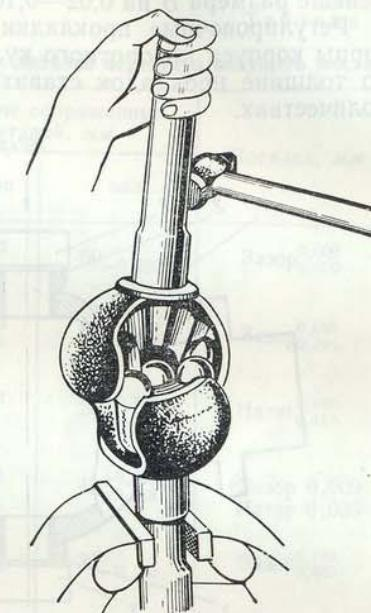

Рис. 170. Сборка шарнира
4. Разведя кулаки на 10—12 мм и повернув короткий кулак на максимальный угол в сторону от свободных канавок, установить четвертый шарик так, чтобы он закрепился в канавках (рис. 170).